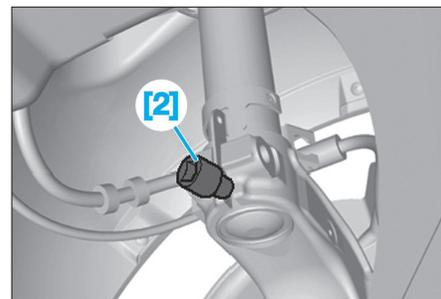

FIG. 50
• Introduire l'outil [2] dans la fente du pivot (Fig.50).